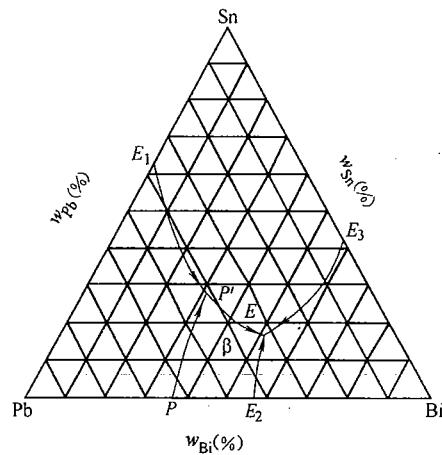

图 27-1 第二题第 4 小题图
- (1) 若其离子半径  $r_{Mg^{2+}} = 0.066\text{nm}$ ,  $r_{O^{2-}} = 0.140\text{nm}$ , 则其原子堆积密度为多少？
(2) 如果  $r_{Mg^{2+}}/r_{O^{2-}} = 0.41$ , 则原子堆积密度是否改变？
4. 图 27-1 所示为 Pb-Sn-Bi 相图投影图。问：